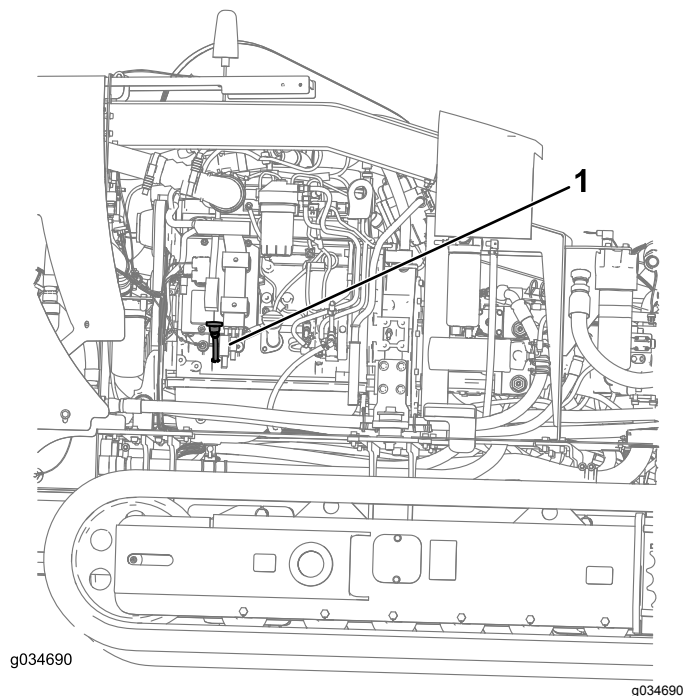

Figura 91
- Remova a vareta de nível (Figura 91) e limpe-a com um pano.